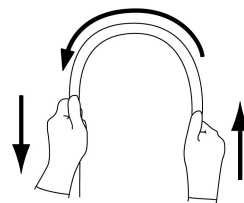

図 1
4. 挿入部を両手で持ち、全長にわたって図 1 に示すように順次半円の頂点をずらすように曲げたときに、適切な軟らかさを有しており、軟らかさが不連続になっているなどの異常がないこと。また、挿入部をまっすぐにして、硬度調整用リングがスムーズに回ることを確認すること。